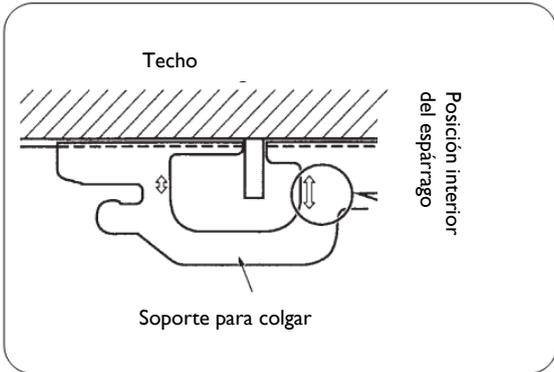

Fig.6
- Sujete el soporte para colgar a los espárragos de colgar. Asegúrese de que los espárragos de colgar permanecen dentro de la zona marcada con flechas (ver Fig. 6).